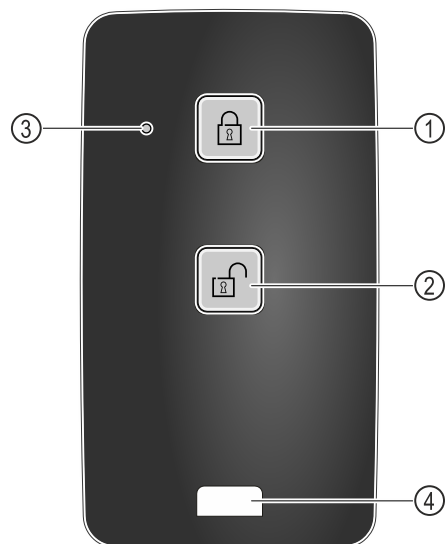

Fig. 249
- (1) Zablkování zámku
- (2) Odblokování zámku
- (3) Stavová LED
- (4) Upevňovací očko
- Na dálkovém ovládání stiskněte tlačítko Fig. 249 (1).
- Na dálkovém ovládání stiskněte tlačítko Fig. 249 (2).
- Stavová LED Fig. 249 (3) vydá při stisknutí tlačítka optickou zpětnou vazbu.
- Očko Fig. 249 (4) k upevnění dálkového ovládání, např. na svazek klíčů.